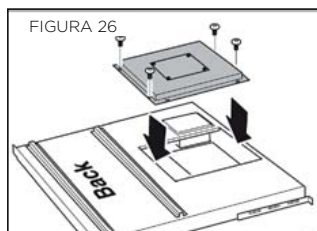

FIGURA 26
- La placa de cubierta se instala en la carcasa en el lado opuesto de la placa de conexión (FIGURA 26).